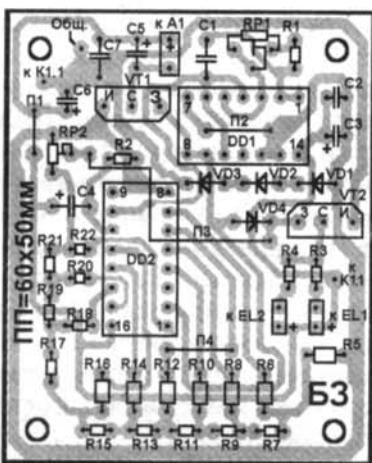

Рис. 2
Печатная плата БЗ выполнена из односторонне фольгированного стеклотекстолита или гетинакса размерами 60x50x1,5 мм (рис. 2). Диаметр отверстий на плате под микросхемы 0,7...0,8 мм, под другие радиоэлектронные компоненты – 0,7...0,9 мм, под соединительные
3. "Радио" 1987, №4, с. 30, рис.2. Г. Крупецких. Еще раз о часах – будильнике из набора "Старт 7176".